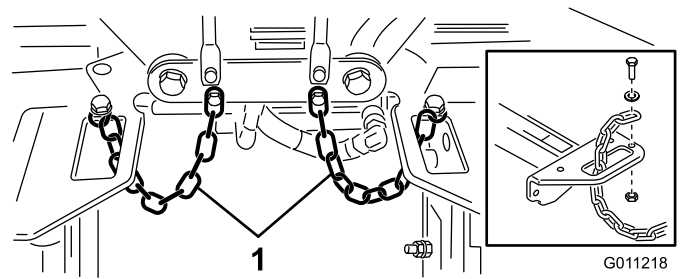

**Figura 21**
**Importante:** Certifique-se de que as tubagens não estão a rodar nem têm dobras e que as tubagens da unidade de corte traseira estão dirigidas como se mostra na (Figura 21). Levante as unidades de corte e vire-as para a esquerda (modelo 03171). As tubagens da unidade de corte traseira não podem estar em contacto com o suporte do cabo de tração. Reposicione os componentes e/ou as tubagens, se necessário.